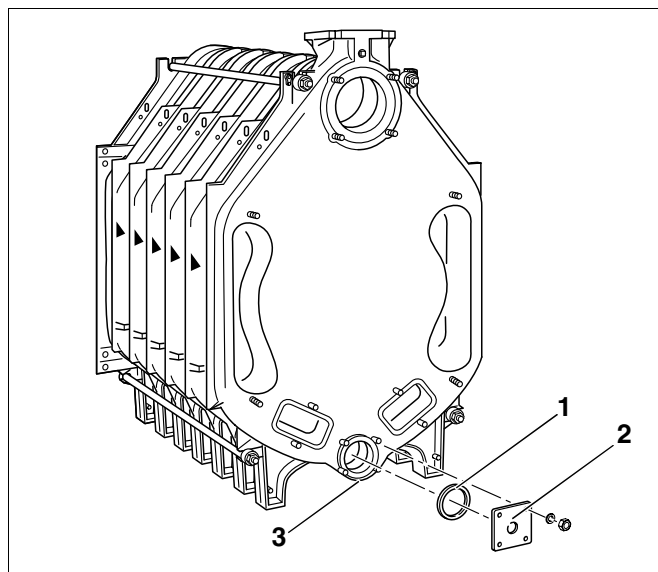

Рис. 26 Установка фланца
- Закрыть спереди и сзади нижнюю ступицу котла (рис. 26, **поз. 3**). Для этого нужно уложить соответствующее уплотнение (рис. 26, **поз. 1**) на ступицу котла и установить глухой фланец со стороной 110 мм. Фланец с резьбовым отверстием диаметром (R ¾) для наполнения и слива (рис. 26, **поз. 2**) устанавливается на задней стороне котла.